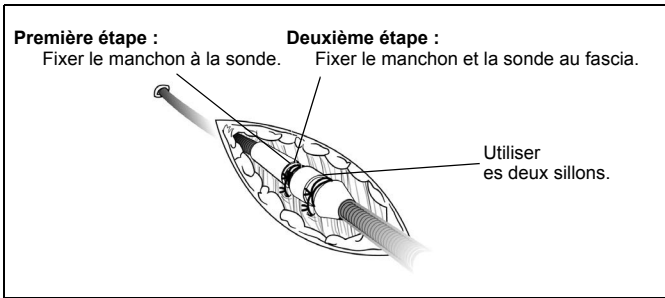

Figure 15. Emploi du manchon lors de l'implantation par voie percutanée.
1. Détacher la gaine de l'introducteur et glisser profondément le manchon de suture dans les tissus (Figure 15).